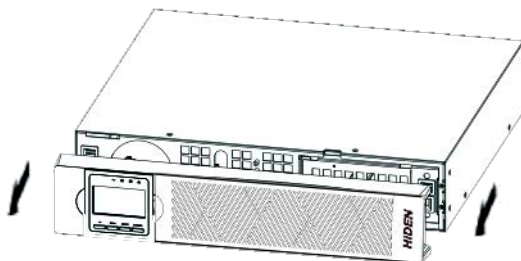

Рис. 8 Снятие передней крышки ЕВР
a. Снимите переднюю крышку каждого ЕВР и ИБП (см. рис. 8).